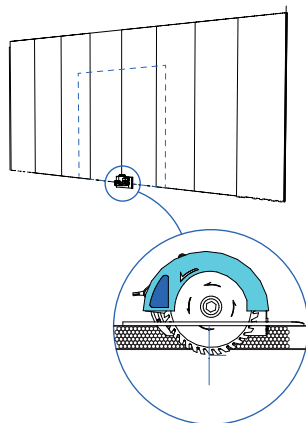
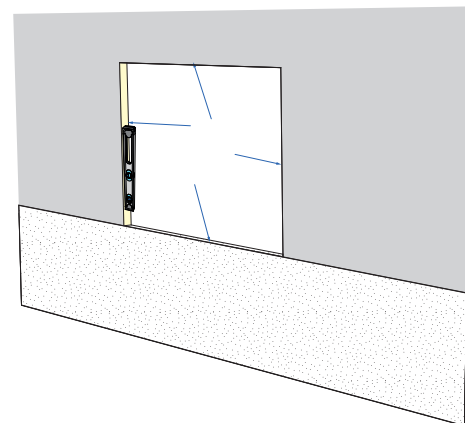

Fig. 145. Cortar el panel sándwich con una sierra circular.
Fig. 146. Nivelar correctamente
- Realizar un corte con una sierra circular cuyo corte a 90° sea de 100 mm. (**Fig. 145**) Este corte ha de ser lo más recto y limpio posible. Para comprobar que el corte se ha realizado correctamente se utilizará un nivel. (**Fig. 146**)